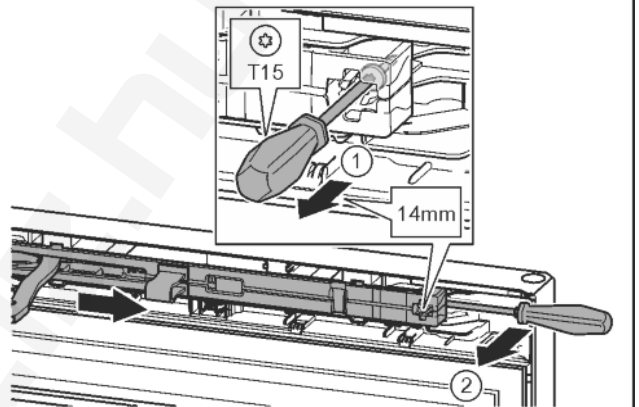

Fig. 9
- A záráscsillapító egységnél T15 csavarhúzóval kb. 14 mm-rel engedje ki a csavart. Fig. 9 (1)
- Egy csavarhúzóval nyúljon a markolat oldaláról a záráscsillapító egység mögé, és forgassa előre. Fig. 9 (2)
- Húzza ki a záráscsillapító egységet. Fig. 9 (3)